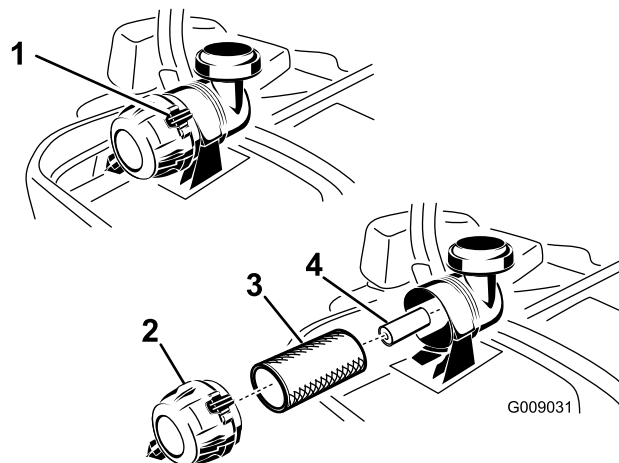

Figura 52
3. Empurre para soltar os grampos de retenção na cobertura do filtro do ar e puxe a cobertura do filtro do ar para fora do corpo do filtro (Figura 52).
5. Empurre suavemente o filtro primário para fora do corpo do filtro de ar (Figura 52). Evite que o filtro bata na parte lateral do corpo.
1. Não limpe o filtro de papel, substitua-o (Figura 52).
2. Se substituir o filtro secundário, deslize-o cuidadosamente para o corpo do filtro (Figura 52).
3. Deslize cuidadosamente o filtro principal sobre o filtro secundário (Figura 52).
5. Instale a cobertura do filtro do ar com a tampa do respiro para baixo e rode de modo a que os grampos de retenção prendam a cobertura no lugar (Figura 52).